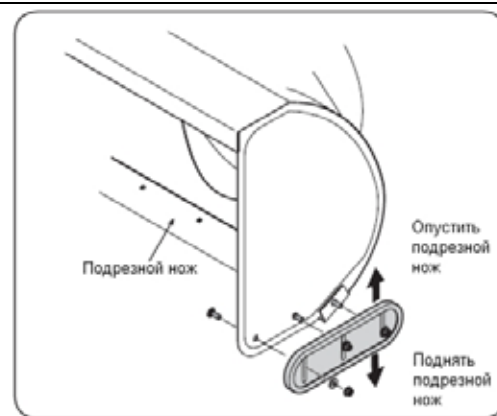

Рис. 12
1. Для регулировки лыж ослабьте шесть шестигранные гайки (по три на каждой стороне) и болты с выступом, фиксирующие лыжи к кожуху шнеков. (См. Рис. 12).